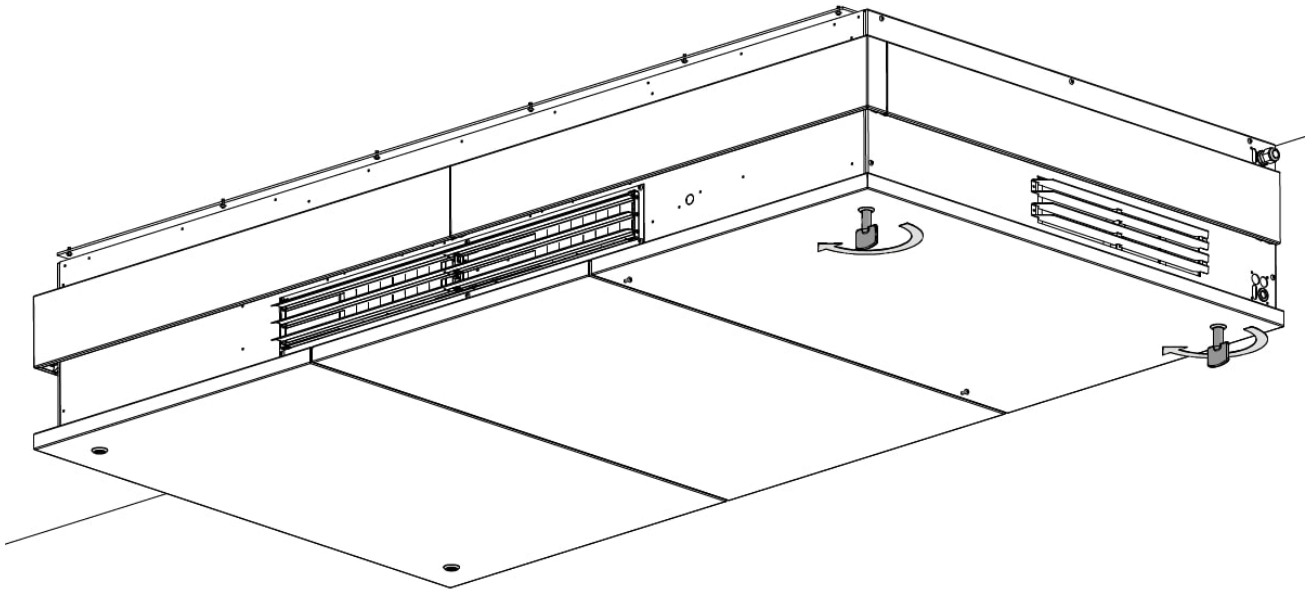

Abbildung 8: Öffnen des Gehäusedeckels
1. Öffne Sie den Gehäusedeckel auf der rechten Seite des Geräts. Verwenden Sie den im Lieferumfang enthaltenen Gehäusedeckel-Schlüssel. Siehe Abbildung 8 unten.